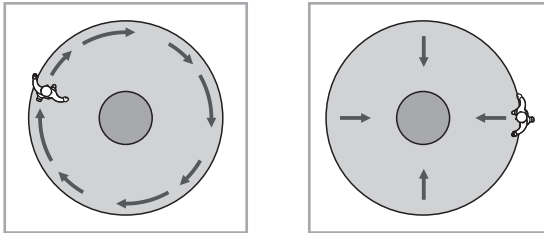

FIG.21
- Marcher de l'extérieur vers l'intérieur ou à travers la couverture de détection jusqu'à ce que LED et la charge s'allument pendant 2 sec (Voir FIG.21).